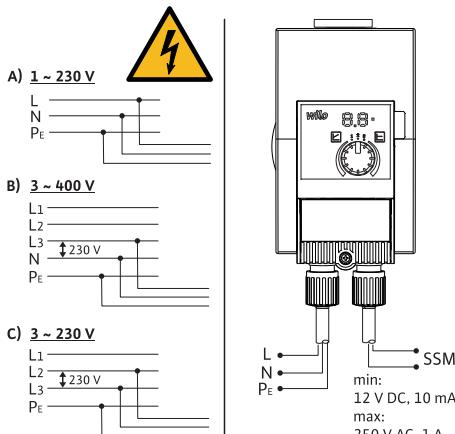

Fig. 3: Možnosti priključitve
- Priključite ju na 230-V nizkonapetostna omrežja. Pri priključitvi na IT-omrežja (oblike omrežja »Isolé Terre«) obvezno zagotovite, da napetost med fazami (L1-L2, L2-L3, L3-L1 → Fig. 3) ne bo presegala 230 V.